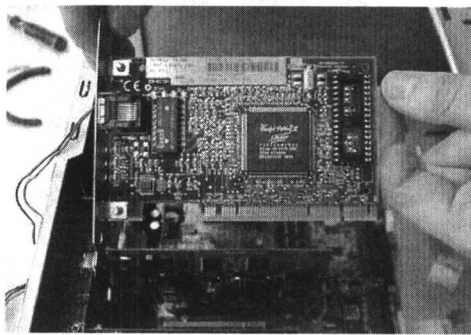

图 1-3 拆下适配卡
(3) 拆下适配卡 显卡、声卡插在主板的扩展插槽中，并用螺钉固定在机箱后侧的条形窗口上，拆卸接口卡时，先用旋具拧下条形窗口上沿固定插卡的螺钉，然后用双手捏紧接口卡的上边缘，平直地向上拔下接口卡，如图 1-3 所示。